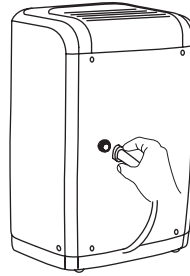

fig. 2
2. Insérez l'extrémité fileté femelle du tuyau dans le raccord de vidange de l'appareil (fig. 2).